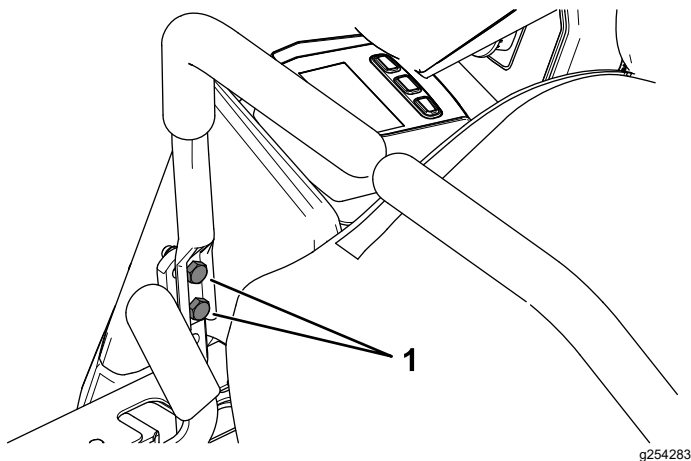

Figura 53
10. Si es necesario alinearlas, afloje los 2 pernos de montaje de la palanca de control de movimiento del lado que está mal alineado (Figura 53).
12. Apriete los 2 pernos de montaje de la palanca de control de movimiento (Figura 53).